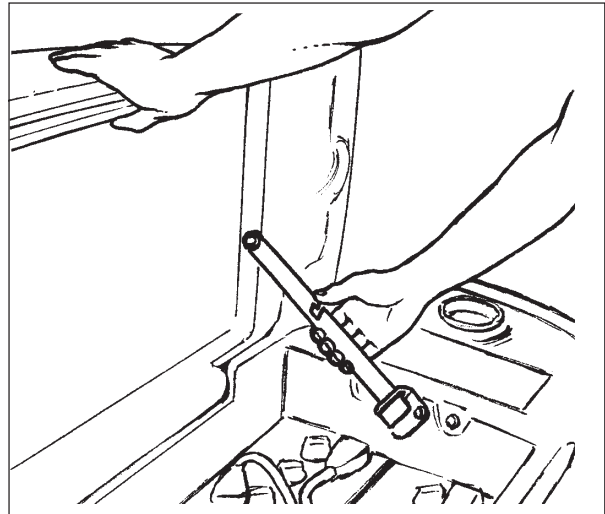

Figure 8A
3. Basculer le réservoir de récupération jusqu'à ce qu'il soit verrouillé en position complètement ouverte. Voir figure 8A.